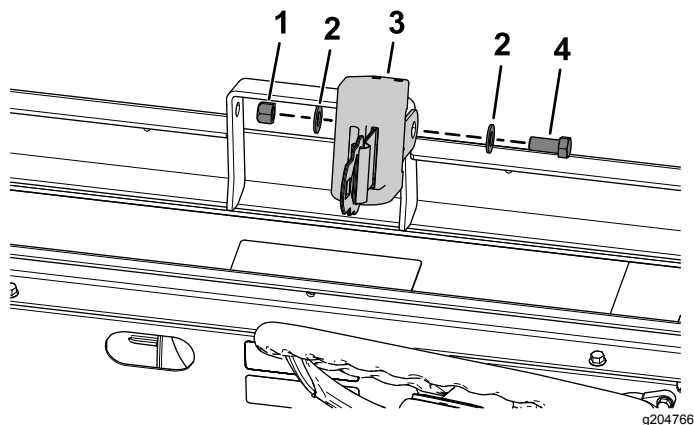

Рисунок 21
- Установите ремень безопасности с помощью болта с шестигранной головкой (7/16 x 1 дюйм), 2 плоских шайб (7/16 дюйма) и контргайки (7/16 дюйма), как показано на Рисунок 21.